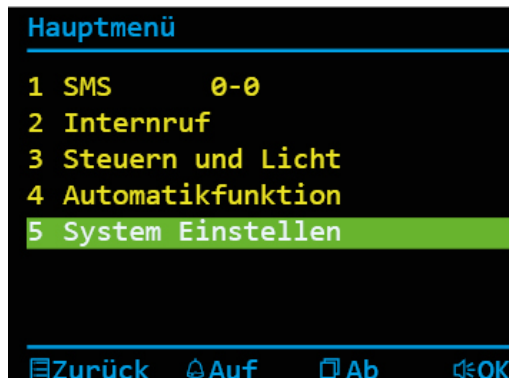

Abb. 34: Menüpunkt Systemeinstellungen
- ▶ Drücken Sie die Bildtaste  oder die Ruf AUS-Taste  und wählen Sie das Menü *Benutzer Einstellen* aus (Abb. 34).